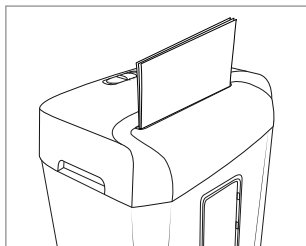

Fig. 2
- ◆ Indfør papiret ovenfra i højformat midt i skæreebningen **8** (se fig. 2). Produktet starter automatisk og standser igen automatisk, når der ikke indføres mere papir.
- ◆ Hold på skæreenheden **5** i de to integrerede bæregreb **7**, og sæt den på den opsamlingsbeholder **10**, så ledningen **1** vender bagud, og observationsvinduet **9** på den opsamlingsbeholder **10** vender fremad (se fig. 2).